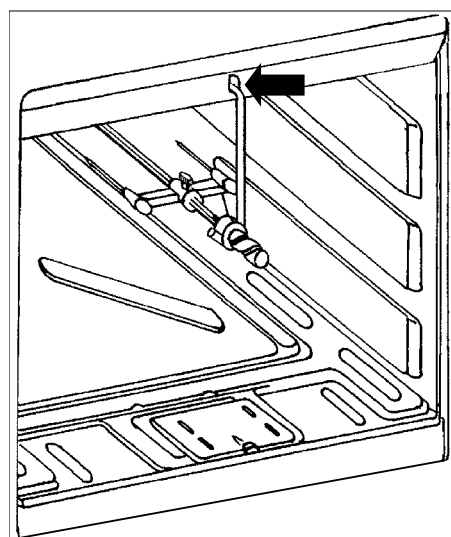

fig. 9
6. Positionnez le support de broche dans l'orifice situé sur l'encadrement supérieur avant du four (fig. 9).